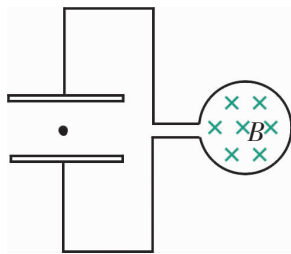

图 1-5-17
5. 如图 1-5-17 所示, 线圈内有理想边界的磁场, 当磁场均匀增加时, 有一带电粒子静止于平行板 (两板水平放置) 电容器中间, 则此粒子带什么电? 若线圈的匝数为  $n$ , 平行板电容器的板间距离为  $d$ , 粒子的质量为  $m$ , 带电量为  $q$ , 线圈的面积为  $S$ , 忽略带电粒子的重力, 则磁感应强度的变化率为多少?